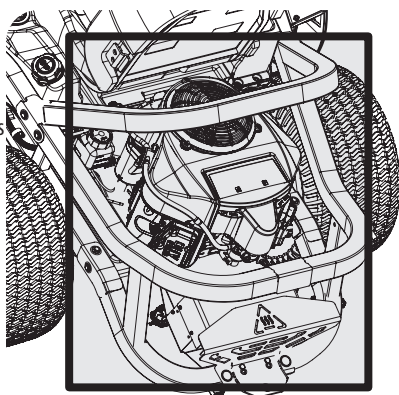

Figura 35
- Mantenga ambos lados de las ranuras de enfriamiento de la transmisión, el colector de escape, alrededor de los fusibles, todo el cableado y los arneses de cables, el tubo del silenciador, el protector del silenciador, los filtros de admisión del motor y las aletas de refrigeración, etc. libres de residuos de pasto y hojas. Consulte la Figura 35.